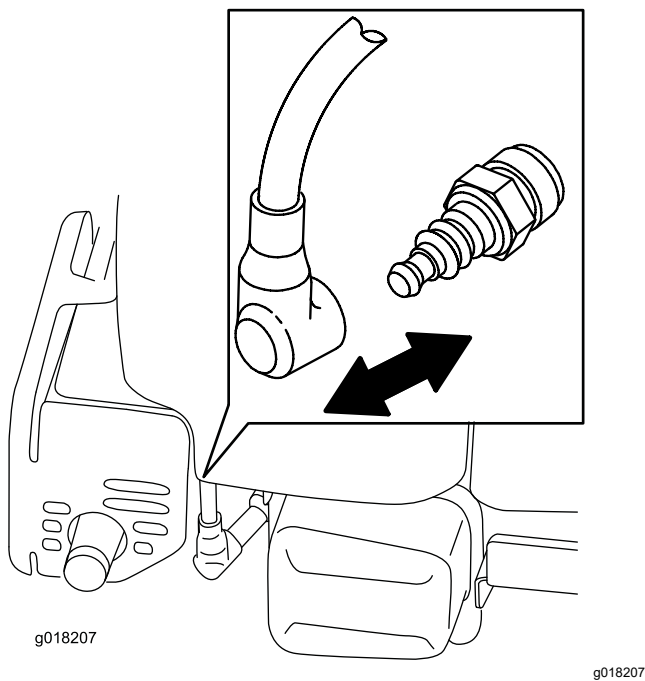

図 21
2. 整備などの前には、必ず点火プラグコードを外す 図 21。